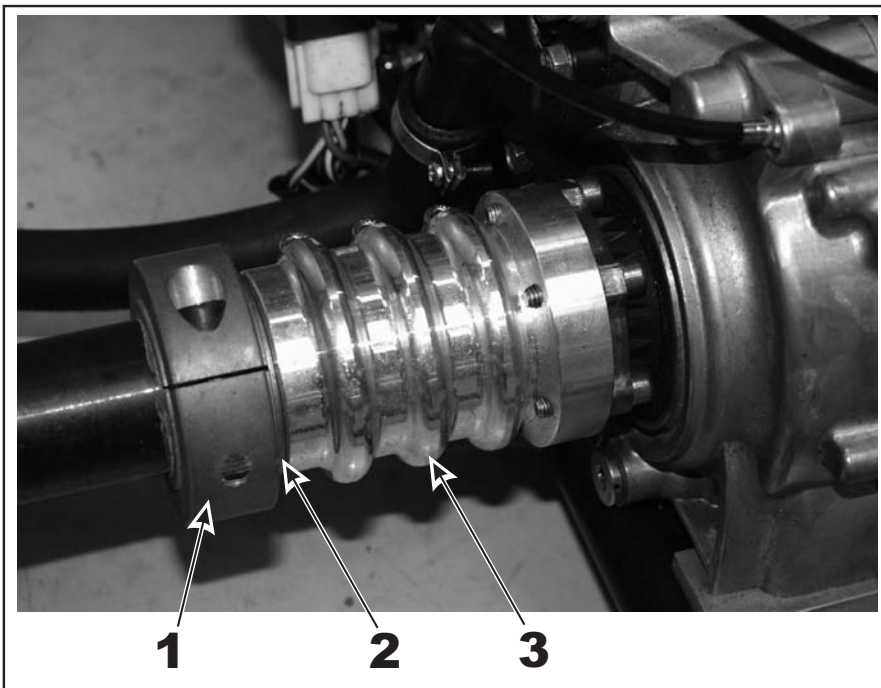

Bild 4
- ➔ Überlastkupplung, Anlaufscheibe und Anschlagring auf Anschlag mit der Hohlwelle bringen und auf der Hinterachse klemmen. (Bild 4)